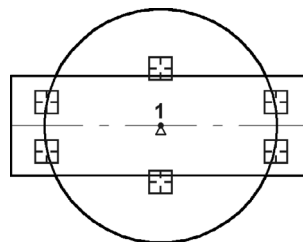

Рис. 59.78.
2. Удалите пересекающиеся участки окружности и прямоугольника (рис. 59.78).